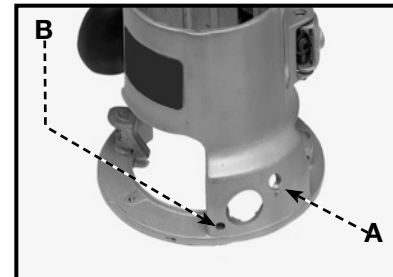

Fig. 4
5. Inserte una del tornillo de la tuerca hexagonal (7) Fig. 1 a través de la manija en del agujero (A) Fig. 4 . Por dentro de la cubierta baja, ponga la Fig. 1 de la arandela del hombro (8) en el tornillo. Rosque de la tuerca de tuerca hexagonal (9) Fig. 1 en el tornillo y apriete libremente.
6. Por dentro de la cubierta baja, ponga la segunda del tornillo (7) Fig. 1 a través de del agujero (B) Fig. 4 y en el agujero roscado del GripVac.
5. Passez de la vis de sortilège (7) Fig. 1 dans la poignée dans du trou (A) Fig. 4. De l'intérieur de basse du logement, placez de la rondelle d'épaule (8) Fig. 1 sur la vis. Filetez de l'écrou de sortilège (9) Fig. 1 de la vis et serrez lâchement.